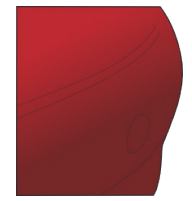

Abbildung 24
- › Die Verklebung ist beendet. (Abb. 24)